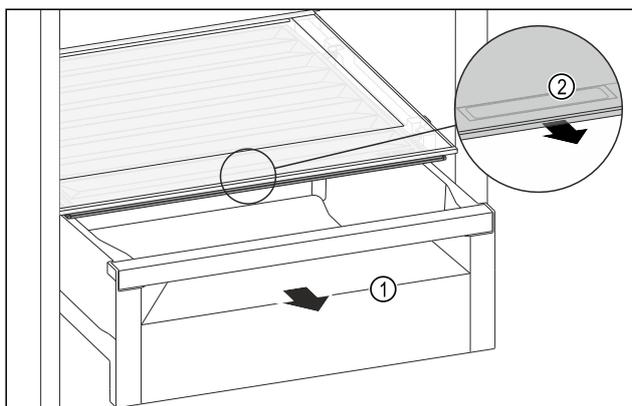

Fig. 108
- Изтеглете чекмеджето Fig. 108 (1).
- Хванете вдлъбнатия захват Fig. 108 (2) на капака на отделението и едновременно с това издърпайте напред капака на отделението.